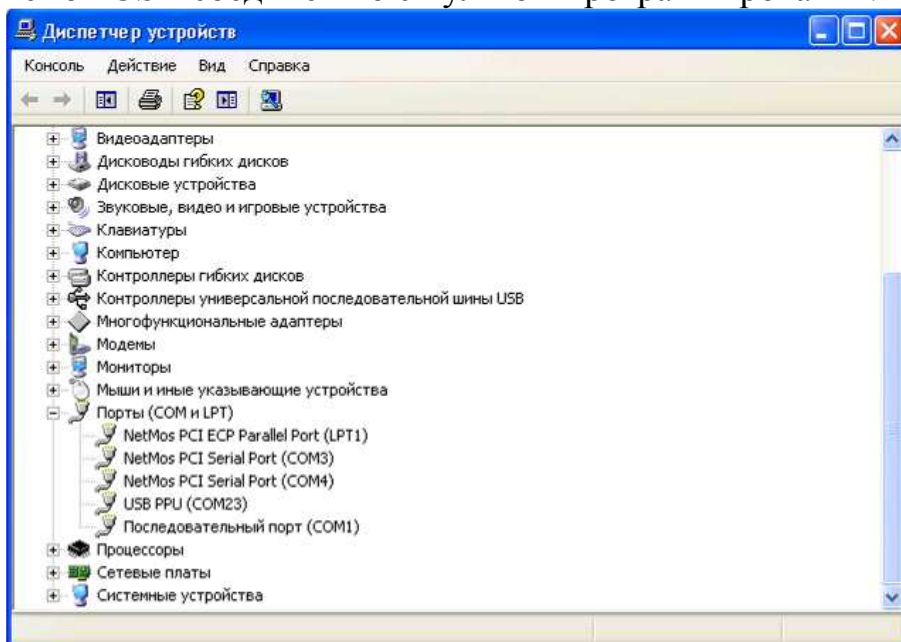

Рис.10
9) После окончания установки драйвера перейти в окно «Диспетчер устройств»: Меню «Пуск» > «Настройка» > «Панель управления» > раздел «Система» > вкладка «Оборудование» > «Диспетчер устройств». В окне «Диспетчер устройств» выбрать раздел «Порты (COM и LPT)» (см. рис.10), в котором должна быть строка «USB PPU (COM N)», где N – номер виртуального COM порта, присвоенный системой USB соединению с пультом программирования.